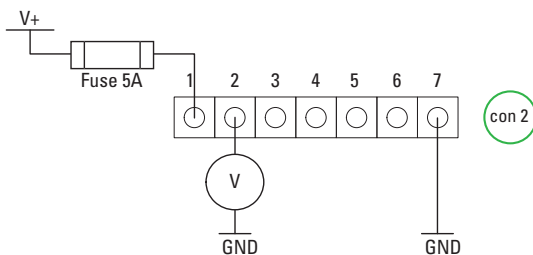

Figure 18. Détermination des SoC des batteries
3. Déterminer la tension de la broche 2 de Con2 (voir figure 18).